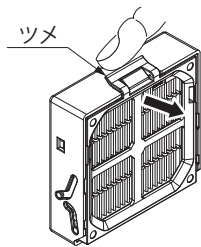

図1
1. ツメを軽く持ち上げそのまま矢印の方向に引き、スライドカバーを開いてください。(図1)